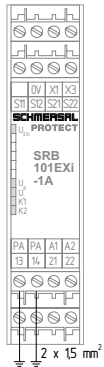

Fig. 2
**Compensação de potencial: ligação dos terminais PA (ver Fig. 2)**